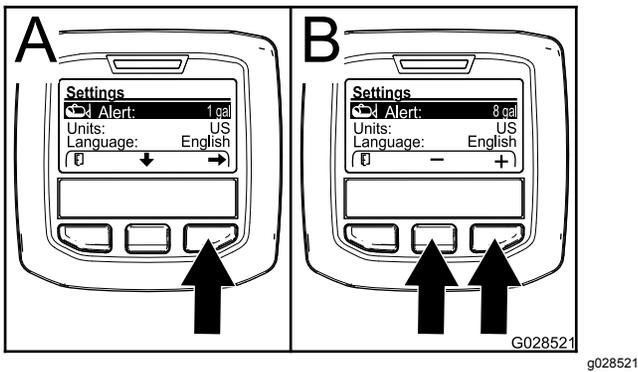

Bild 8
1. Drücken Sie die mittlere Auswahltaste, um die Warneinstellung zu markieren (Bild 8).
2. Drücken Sie die rechte Auswahl-taste (Bild 8).
3. Geben Sie mit der mittleren oder rechten Auswahl-taste eine Mindestmenge im Behälter an, bei der die Warnung beim Sprühen angezeigt wird (Bild 8).